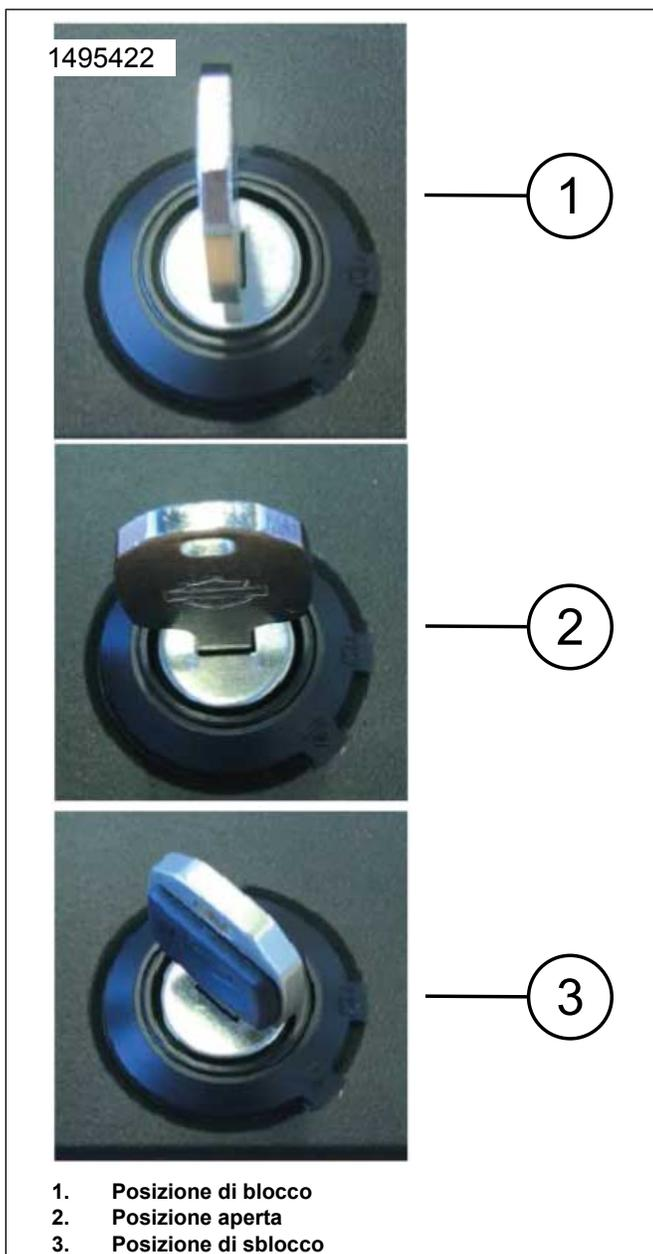

Figura 11. Posizioni di blocco (tipiche)
8. Figura 11 Una volta installata la serratura, la chiave può essere rimossa in posizione 1 o 2.